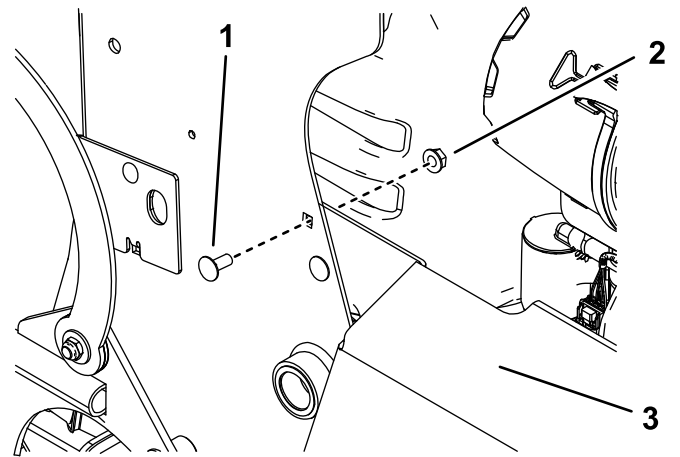

Figura 9
3. Retire el perno de cuello cuadrado superior y la tuerca que sujetan el protector del silenciador a la máquina (Figura 9).